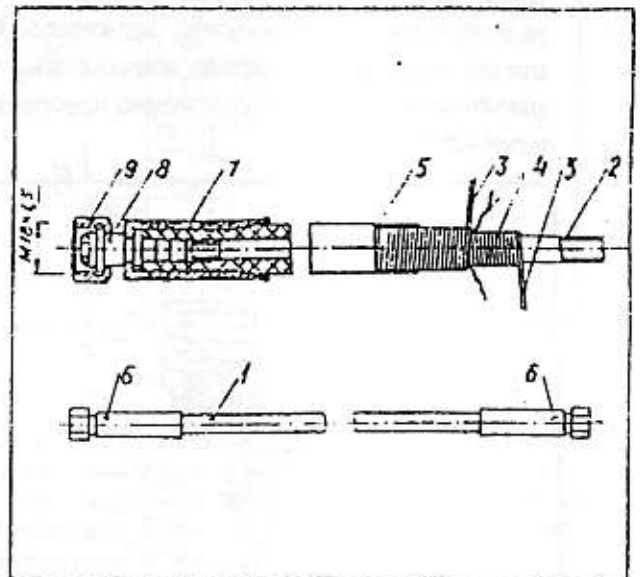

Рис. 16
Рис. 16. Шланг высокого давления (12.19.0000.00.01). 1 - шланг $D_y = 6$; 2 - внутренняя камера; 3 - синтетическая пряжа (два слоя); 4 - токопроводящие жилы; 5 - наружная оболочка; 6 - присоединительная арматура; 7 - обойма (12.19.0000.03А); 8 - ниппель (12.19.0000.02); 9 - гайка накидная (12.19.0000.01).
5.3.2. Шланг высокого давления (рис. 16) применяется для подачи жидкости в пистолет. Состоит из собственно шланга, состоящего из внутренней камеры, двух рядов навиток из синтетической пряжи с двумя токопроводящими жилами и наружной оболочки. На концах шланга закреплена присоединительная арматура с накидными гайками. Шланги являются стойкими и условностойкими к окрасочным составам и их растворителям и электропроводными для зарядов статического электричества камера и оболочка выполняются из полимеров.